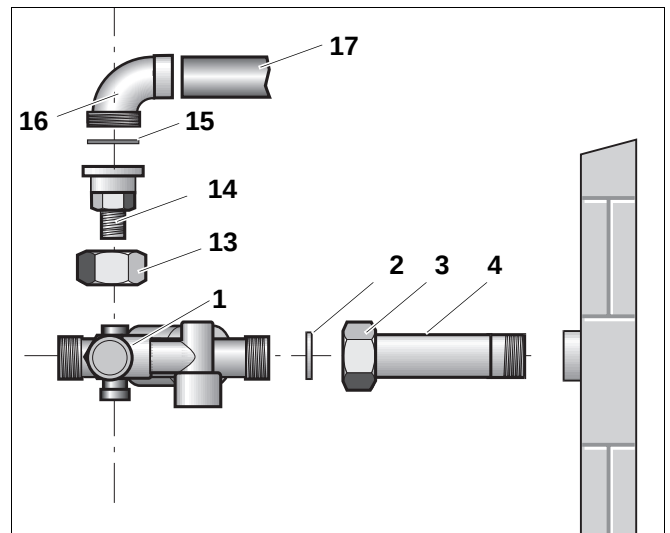

Abb. 18 Zirkulationspumpenanschluss
- Oberen Kunststoffstopfen am Rückflussverhinderer mit Absperrventil (Abb. 18, Pos. 1) herausdrehen.
- Mutter (Abb. 18, Pos. 13) über Reduziernippel G $\frac{1}{4}$ selbstdichtend (Abb. 18, Pos. 14) stecken.
- Reduziernippel G $\frac{1}{4}$ selbstdichtend (Abb. 18, Pos. 14) in den oberen Anschluss einschrauben.
- Anschlusswinkel (Abb. 18, Pos. 16) mit Zirkulationsleitung (Abb. 18, Pos. 18) verlöten.
- Reduziernippel (Abb. 18, Pos. 14) mit Mutter (Abb. 18, Pos. 13) und Dichtung (Abb. 18, Pos. 15) an Winkel (Abb. 18, Pos. 16) schrauben.